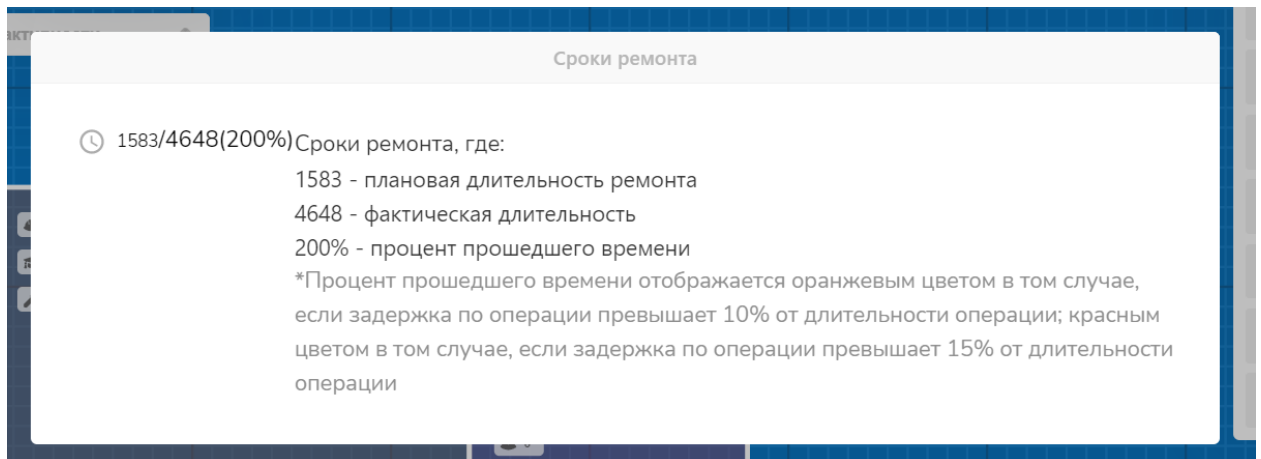

Рисунок 100 - Всплывающее окно «Сроки ремонта»
- **Сроки ремонта** (Рисунок 100) – оценка плановой и фактической длительности ремонта, расчет процентного соотношения. Красным цветом отображается превышение плановых сроков ремонта,